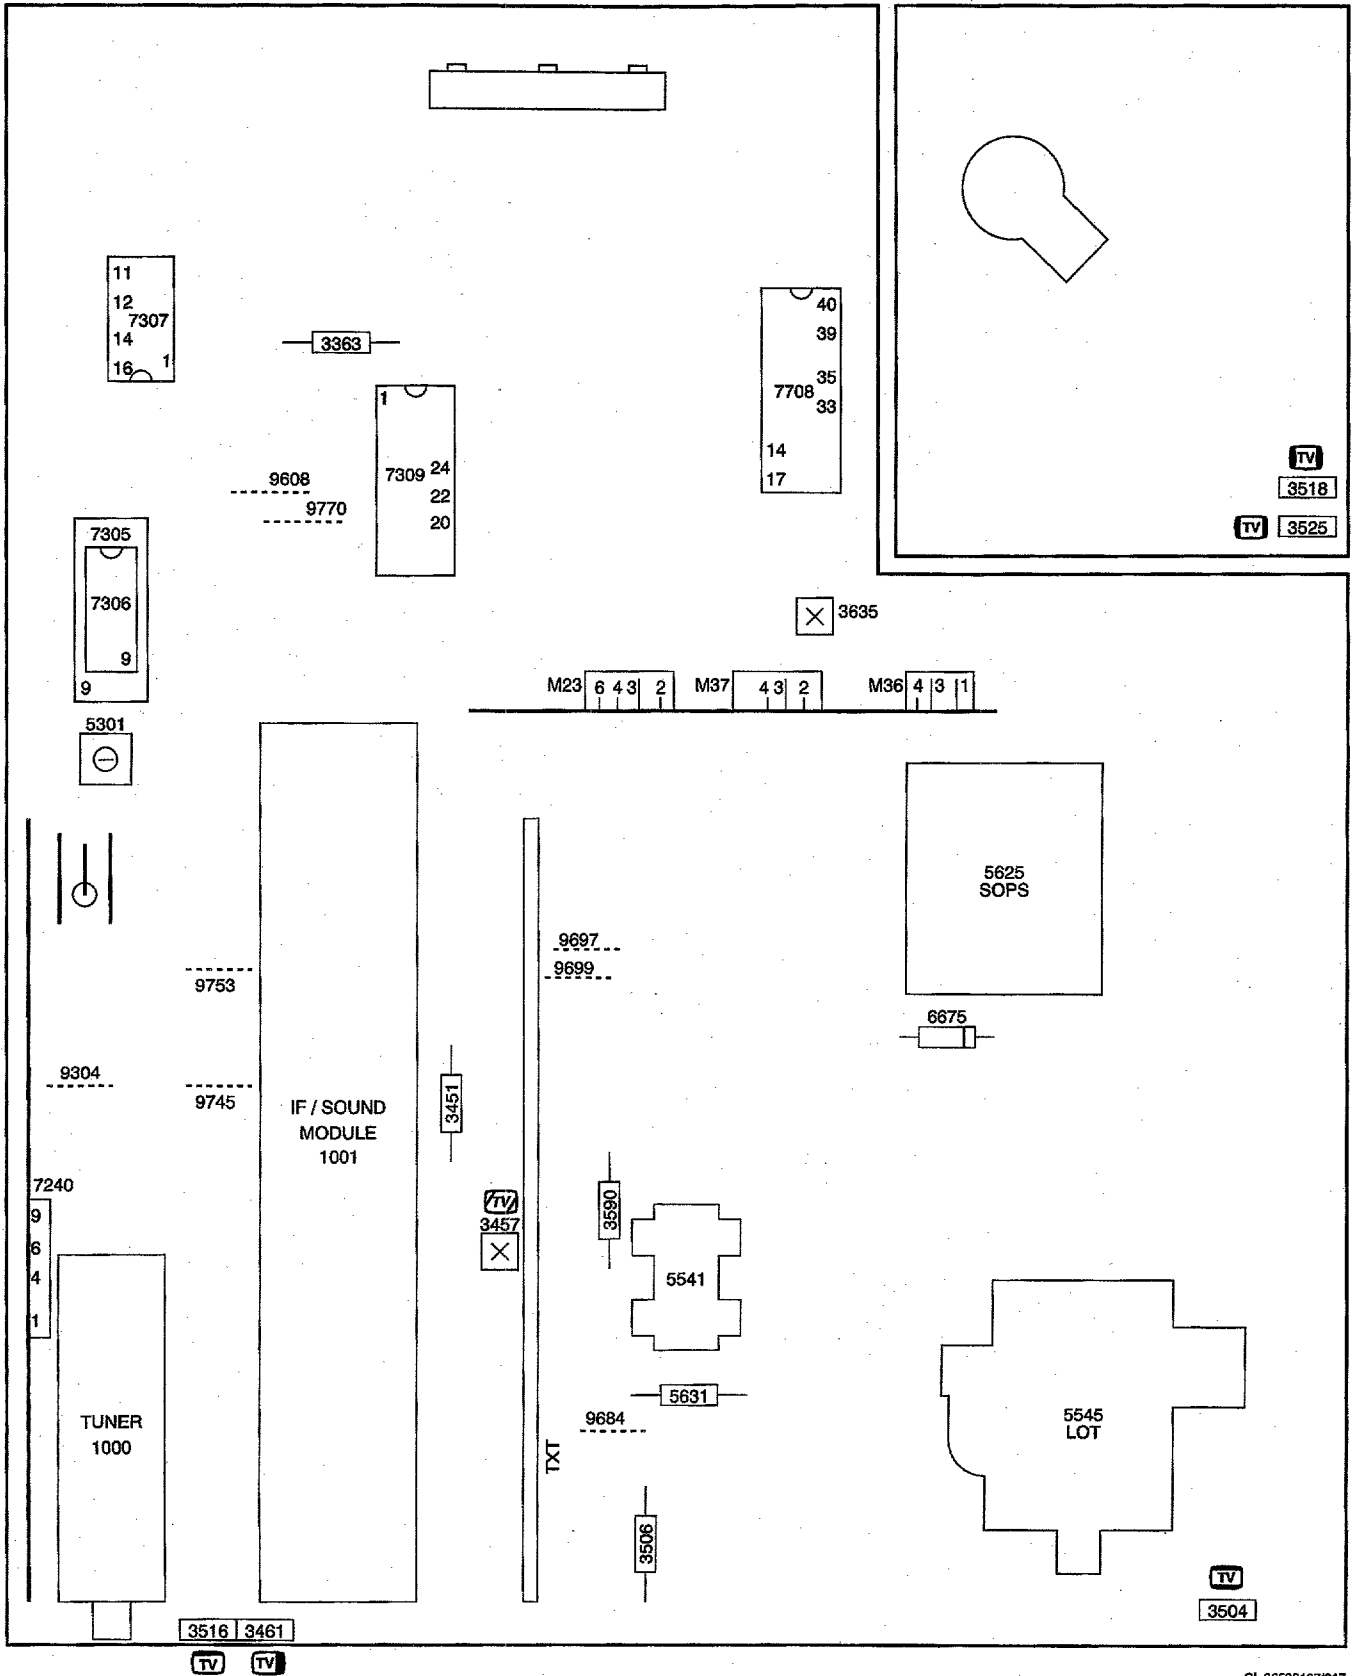

Fig. 7.1
1. Réglages électriques sur le panneau support (Fig. 7.1)